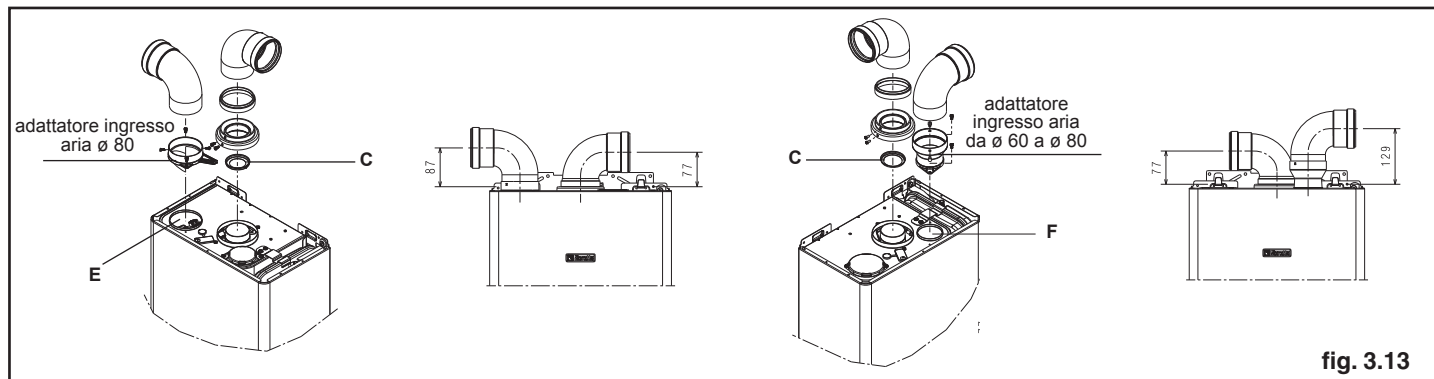

fig. 3.13
L'adattatore ingresso aria ø 80 (E) deve essere orientato correttamente, quindi è necessario fissarlo tramite le apposite viti, in modo che l'aletta di posizionamento non interferisca con il mantello (fig. 3.13).